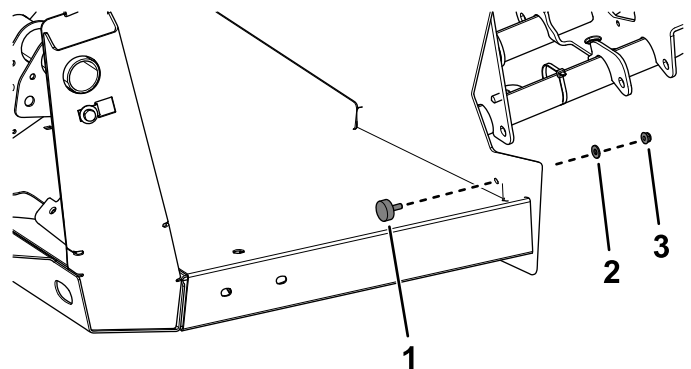

Figura 24
5. Montate un gommino di arresto con una rondella e un dado flangiato ($\frac{1}{4}$ ") su ciascun lato (Figura 24).